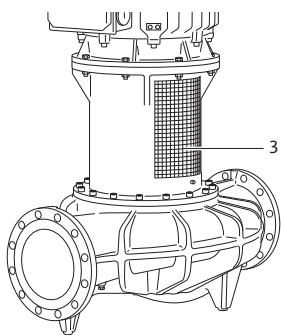

Fig. 48: Placa de protecție a cuplajului montată
- Utilizați pompa doar cu plăcile de protecție a cuplajului montate (Fig. 48, poz. 3).